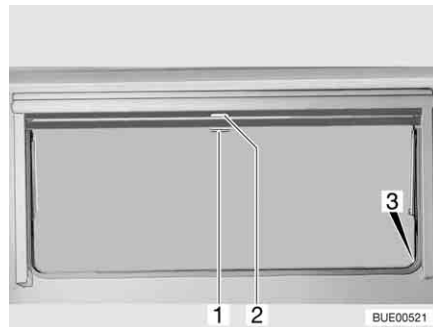

Fig. 62 Finestra apribile
- Tirare verso il basso l'oscurante a rullo accompagnandolo con la maniglia (Fig. 62,2). Quando si chiude completamente l'oscurante a rullo esso va agganciato da entrambi i lati al telaio della finestra nell'apposito elemento di fissaggio (Fig. 62,3).
- Quando l'oscurante a rullo è completamente chiuso: Spingere la maniglia (Fig. 62,2) verso il basso tirandola leggermente verso l'interno. Sganciare l'oscurante a rullo dagli elementi di fissaggio a destra e a sinistra del telaio della finestra.
- Quando l'oscurante a rullo si trova in posizione intermedia: Tirare la maniglia (Fig. 62,2) leggermente verso il basso finché l'elemento di fissaggio non si è sganciato.
- Tirare la maniglia (Fig. 62,1) della zanzariera a rullo verso il basso e agganciarla all'elemento di fissaggio (Fig. 62,3) su entrambi i lati del telaio della finestra.
- Spingere la maniglia (Fig. 62,1) verso il basso tirandola leggermente verso l'interno. Sganciare la zanzariera a rullo dagli elementi di fissaggio a destra e a sinistra del telaio della finestra.